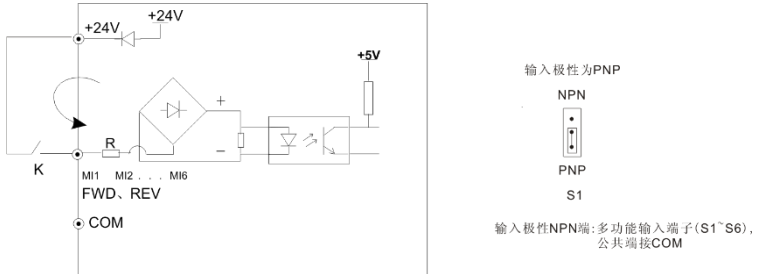

图3-10 使用内部+24V电源的漏极的接线方式
② 使用变频器内部的24V电源，输入极性为PNP时，接线方式如图3-10所示